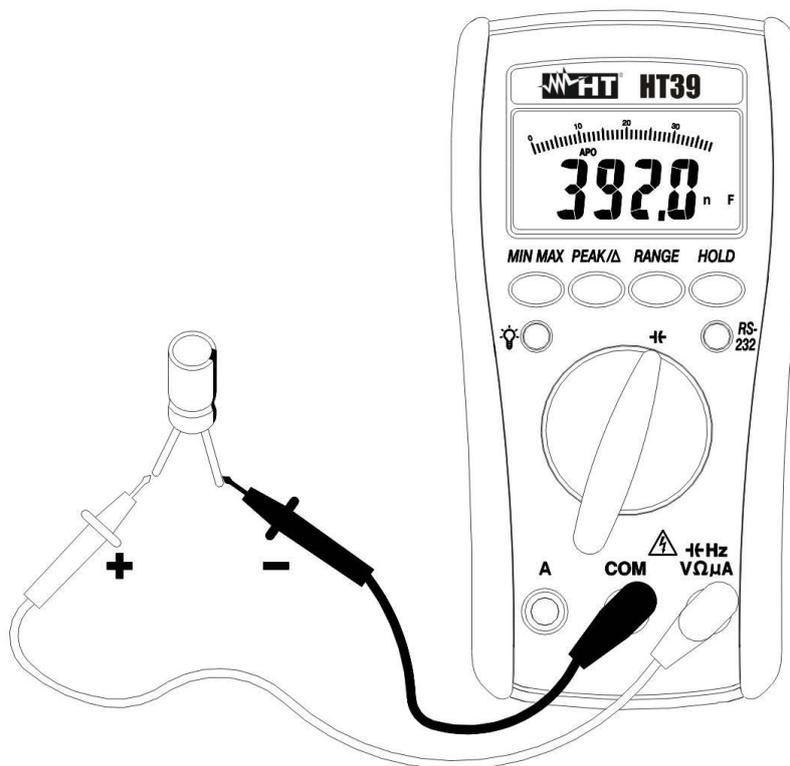

Fig. 10: Misura di Capacità
2. Inserire il cavo rosso nel terminale di ingresso \twoheadrightarrow HzVΩμA ed il cavo nero nel terminale di ingresso **COM** (vedere la Fig. 10).